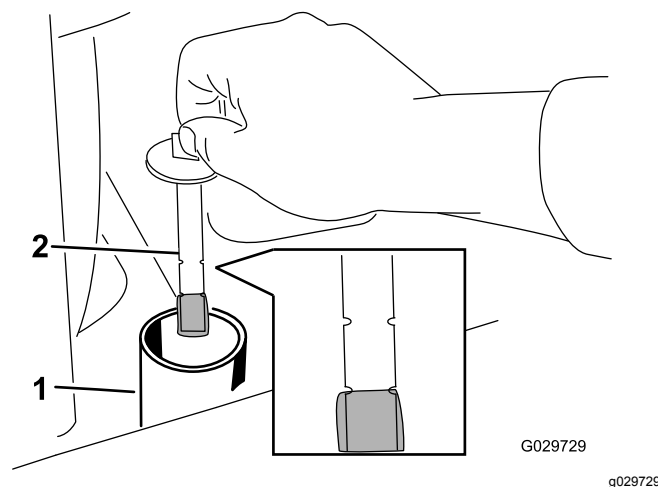

図 73
6. 油圧オイルタンクのキャップとディップスティックを外す **図 73**。